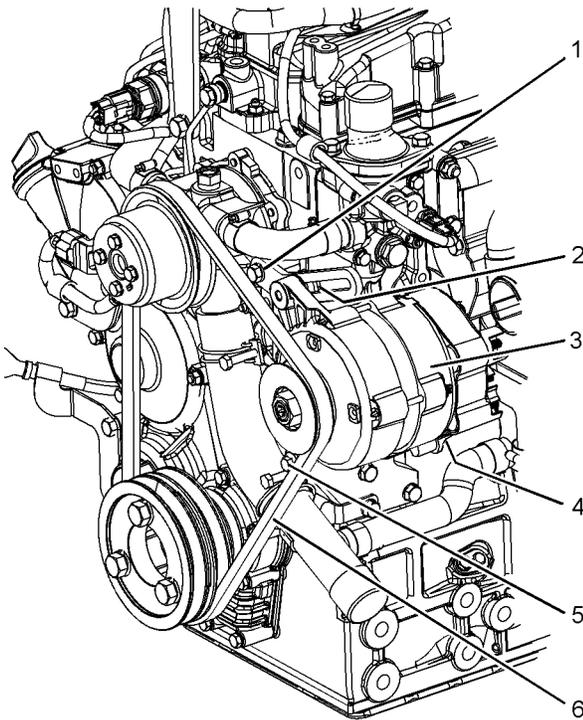

Ilustración 49
1. Coloque la correa del alternador (6) en el alternador (3), la polea de la bomba de agua y la polea del cigüeñal. Asegúrese de que la correa del alternador esté correctamente colocada en la polea del alternador, en la polea de la bomba de agua y en la polea del cigüeñal; consulte la ilustración 49 .
2. Deslice el alternador (3) alejándolo del motor para apretar la correa (6) a la tensión correcta. La tensión para una correa nueva es de 400 N to 489 N (90 lb to 110 lb).
3. Apriete los pernos (1) y (2) a un par de 25 N·m (221 lb in).
4. Apriete la tuerca (4) (no se muestra) y el perno (5) a un par de 25 N·m (221 lb in).